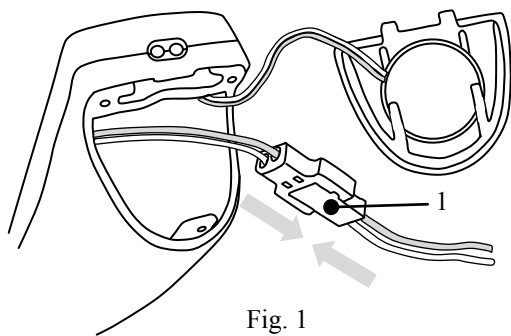

Fig. 1
1 - Schroef de schroef aan de onder- en achterkant van de motor los met een precisieschroevendraaier (niet meegeleverd). (Fig. 1)
- 1 - Brancher la nouvelle batterie en prenant soin de ne pas forcer sur le connecteur. (Fig. 1)
- 1 - Connect the new battery ; be careful not to force it on the connector. (Fig. 1)
- 1 - Conectar la nueva batería con cuidado de no forzar el conector. (Fig. 1)